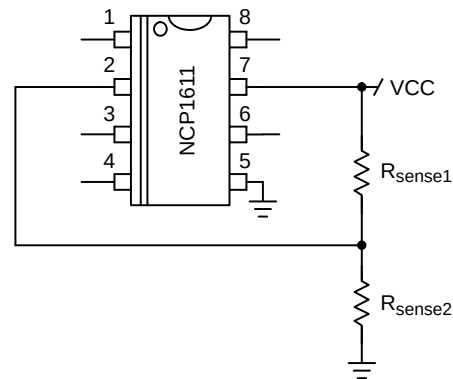

Figure 2. Inhibiting the Brown-out Function
ブラウンアウト機能を禁止する簡単な方法の一つは、 V_{SENSE} ピンに V_{CC} 部分を印加することです。NCP1611に対するこのオプションの概略図をFigure 2に示します。NCP1612にも同じオプションを使用できます。可能な最大値を考慮すると、1 Vブラウンアウト基準電圧は1.04 Vとなり、抵抗 R_{sense1} と R_{sense2} は、以下になるように選択する必要があります。
8.3- μ sの最大オンタイムが充分なアプリケーションでは、2.3 V以上が V_{sense} ピンに印加されるように、Figure 2の R_{sense1} と R_{sense2} を選択します。そうすることによって、その回路は、高ライン・モードに入り、それにより、最大オンタイムを通常8.3- μ sに制限します。最適動作の為に推奨されている最大 V_{sense} 電圧が4.5 Vで有るので、とにかく V_{sense} を4.5 Vより低く維持してください。